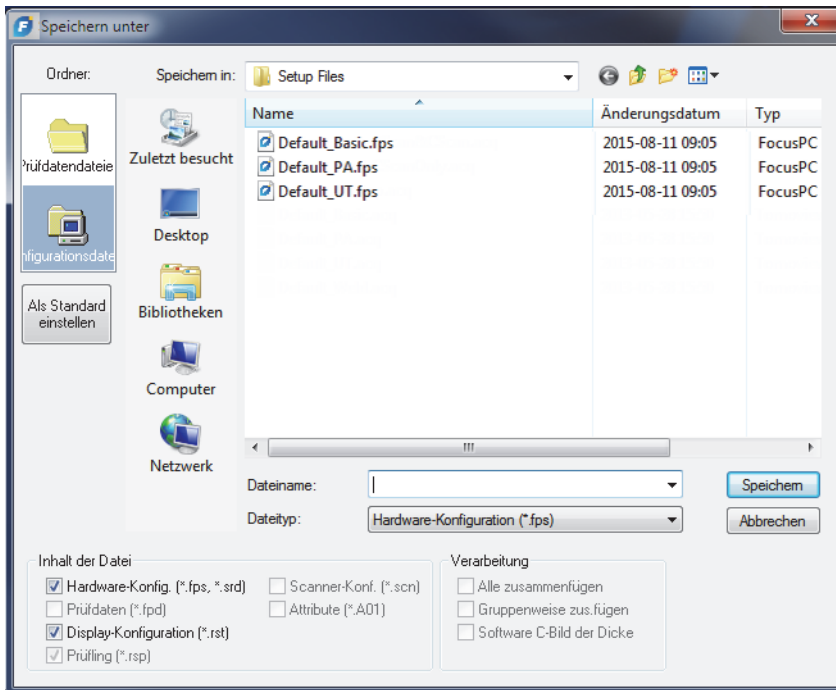

Abbildung 4-38 Dialogfeld Speichern unter
2. Im eingeblendeten Dialogfeld **Speichern unter** (Abbildung 4-38 auf Seite 140):